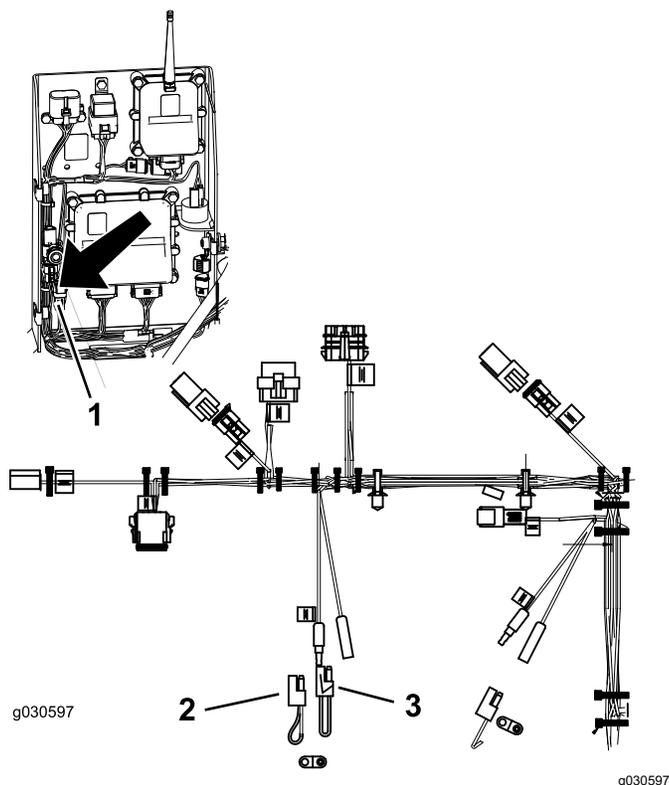

図 30
2. 図 30に示すように、ピグテールコネクタから2本の接続を外す。